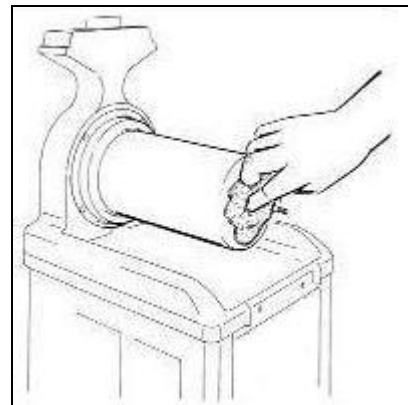

Fig. 18
- Lavare accuratamente l'evaporatore Z ed il piano raccogli condensa Y con una spugna imbevuta di acqua pulita, rimuovendo ogni residuo di prodotto (vedi fig.18).